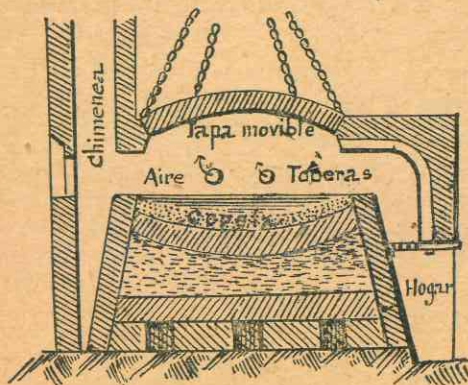

Fig. 340. — Copelación del plomo argentífero.
a) por *copelación* (fig. 340). El mineral que contiene mucha plata nativa se lava para separarlo de su ganga y se funde después con su peso de plomo. Se forma una aleación de plata y plomo que se separa por copelación.